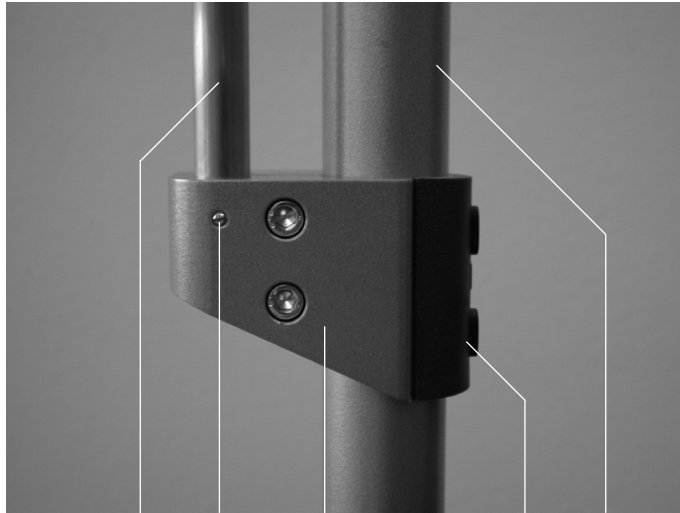

Fig. 63
Montageschritte (siehe Fig. 63)
- J05 Unteres Klemmstück [51] am Standrohr [SR] der Leuchte befestigen (siehe Fig. 63).
Hinweis: Bei Leuchten mit Bedienteil sollte das untere Klemmstück [51] gegenüber dem Bedienteil [BT] angebracht werden (siehe Fig. 63).